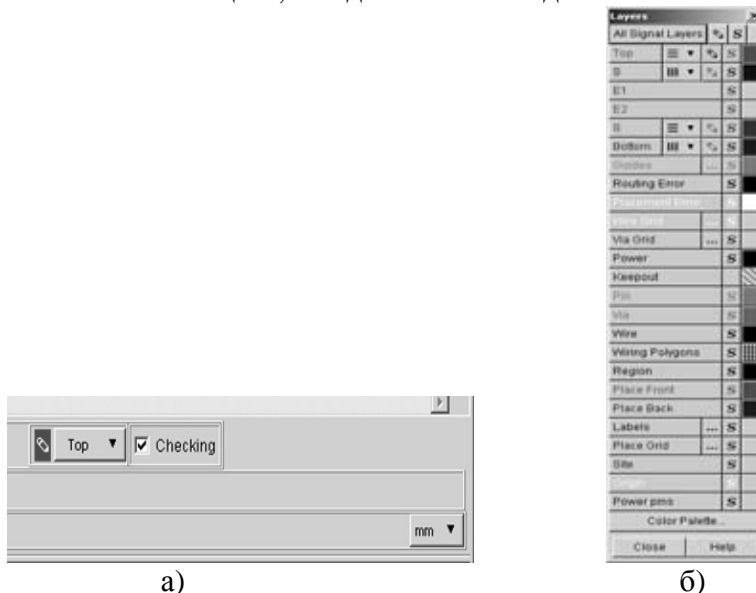

Рис.9.6.4
1. Установить единицы измерения. Для этого щелкнуть ЛК по кнопке, расположенной в правой части Строки состояния (рис.9.6.4, а) и выбрать из списка mm.
3. Настроить рабочее поле. Для этого щелкнуть ЛК по кнопке  **Layers** (Слои). Откроется диалог, на котором каждая строка несет информацию о каждом слое, который настраивается индивидуально (рис. 9.6.4, б). На каждом слое по стрелке рядом с установленным направлением на слое можно выбрать необходимый вариант. Соседняя кнопка (в форме карандаша) позволяет щелчком по ней делать слой действующим или выключать его. Кнопки с